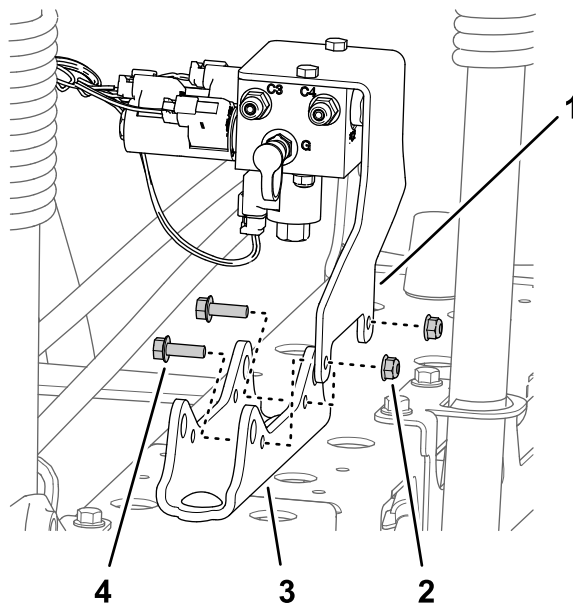

図 43
- オプションのウルトラソニックブームレベリングキットを搭載していない車両ブーム昇降マニホールド用サポートブラケットをシリンダマウントに固定しているフランジロックナット5/16"2個とフランジヘッドボルト5/16 x 1"2本を外して、マウントからマニホールドとブラケット外す 図 43。